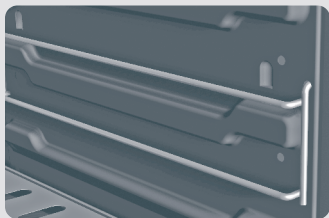

Fig. 20
- 1 | Monte os trilhos nas laterais do forno (Fig. 20).
- 1 | Monte os trilhos nas laterais do forno figura (Fig. 20).